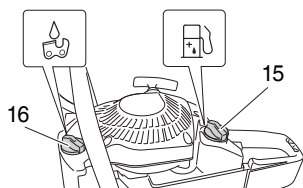

Fig. 9
⚠ ATTENTION (Fig. 9)
Huile de chaîne (Fig. 9)
Lors du remplissage des réservoirs soit avec du carburant (15), soit avec de l'huile de chaîne (16), placez la machine sur le côté avec le bouchon orienté vers le haut. (Fig. 9)